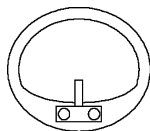

图 2-30 洗脸盆图形
绘制如图 2-30 所示的洗脸盆。
(5) 单击“默认”选项卡“绘图”面板中的“圆弧”按钮, 绘制脸盆内沿其他部分, 最终绘制结果如图 2-30 所示。